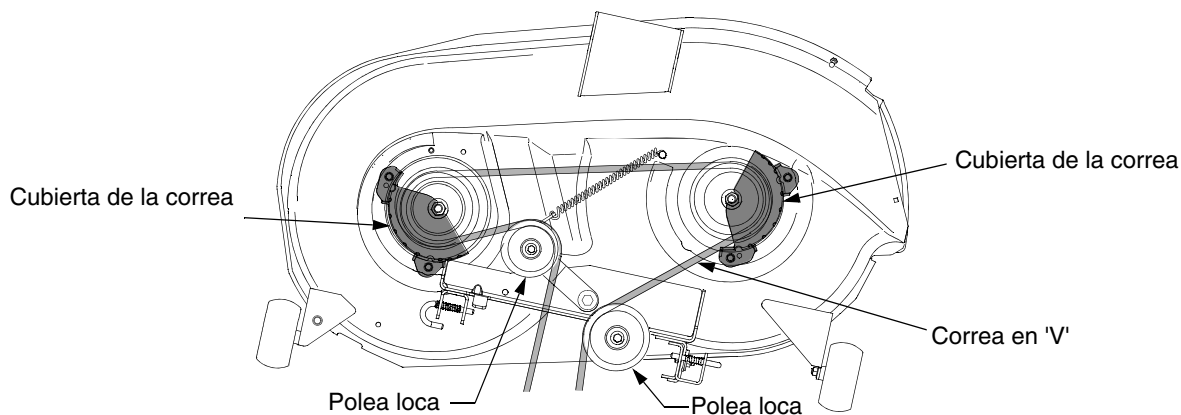

Figura 42
- Retire los tornillos autoroscantes hexagonales que fijan las cubiertas de la correa a la plataforma y retire la correa de las poleas del husillo. Consulte la Figura 42.